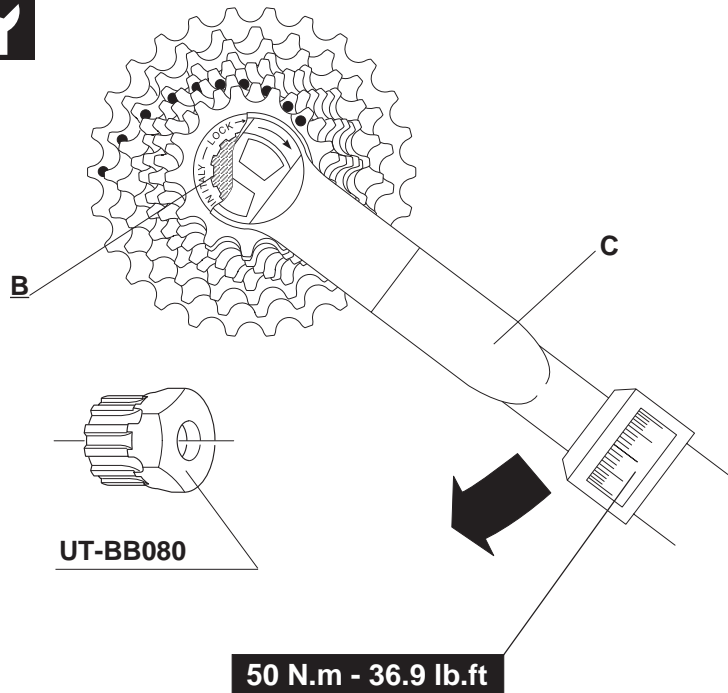

Fig. 7
**I** • Serrate la ghiera (B - fornita in dotazione con il mozzo) sul corpo ruota libera a 50 N.m. con l'utensile (cod. Campagnolo UT-BB080) utilizzando la chiave dinamometrica (C - Fig. 7).
**GB** • Tighten the lock ring (B - supplied with the hub) to 50 Nm. with the tool (Campagnolo UT-BB080) using the torque wrench (C - Fig. 7).
**D** • Den Schließring (B - wird mit der Nabe mitgeliefert) mit dem Campagnolo Werkzeug (Art. N. UT-BB080) und dem (C) Drehmomentschlüssel mit 50 N.m. anziehen (Abb. 7).
**F** • Serrez la bague (B - fournie avec le moyeu) sur le corps roue libre à 50 N.m. avec l'outil (code Campagnolo UT-BB080) en utilisant la clé dynamométrique (C - Fig. 7).
**E** • Apretad la virola (B - suministrada en dotación con el buje) en el cuerpo rueda libre a 50 N.m con la herramienta (cod. Campagnolo UT-BB080) utilizando una llave dinamométrica (C - Fig. 7).
**NL** • Draai de borgmoer (B - meegeleverd met de naaf) met behulp van het Campagnolo hulpstuk UT-BB080 vast op de cassettebody met een moment van 50 Nm, hierbij gebruik makend van een steeksleutel (C - Fig. 7).